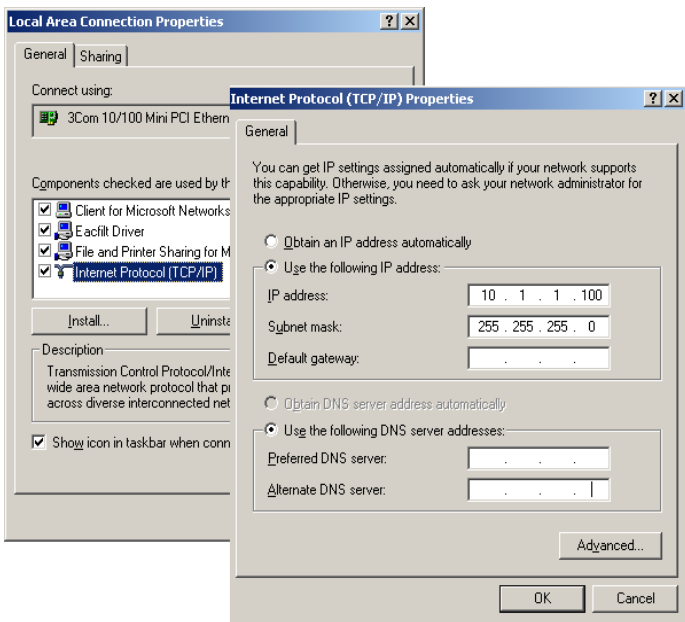

Figura 4 Schermo di configurazione TCP/IP
- 5 Rivolgersi al reparto IT della propria azienda per ottenere indirizzo IP valido, nodo di transito, maschera di rete secondaria e server DNS e WINS nel caso in cui il PC utilizzato sia collegato ad una rete locale. Se si sta impostando la propria rete interna e non si è collegati a nessun'altra rete si possono usare le impostazioni riportate nella Tabella 6. In questo caso, non è necessario configurare gli indirizzi IP di gateway, DNS e WINS, poiché non sono previsti collegamenti da altri punti della rete. La Figura 4 mostra un esempio di configurazione TCP/IP su Windows 2000.